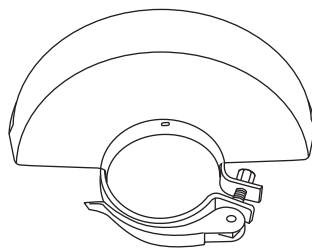

Fig. 4, Proteção para afiar (13)
- > Utilize a proteção aberta (13) para afiar (Fig. 4).